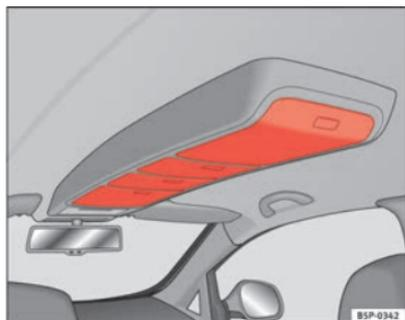

Fig. 105 Porta-objectos no tejadilho
- Para abrir estes compartimentos, pressione sobre o botão da tampa, ⇒ Fig. 105. A tampa abre-se automaticamente.